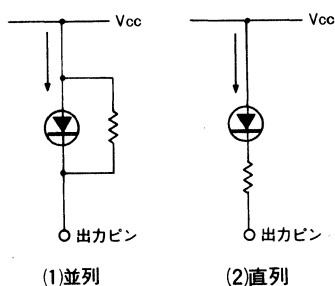

Fig.3
LED電流を少なくするためには、Fig.3 (1)に示すとおり、LEDと並列に抵抗を入れる方法と、Fig.3 (2)に示すとおり、
LEDと直列に抵抗を入れる方法の2つの方法があります。なお、Fig.3 (2)の方法の場合、電源電圧変動により電流値が変化します。